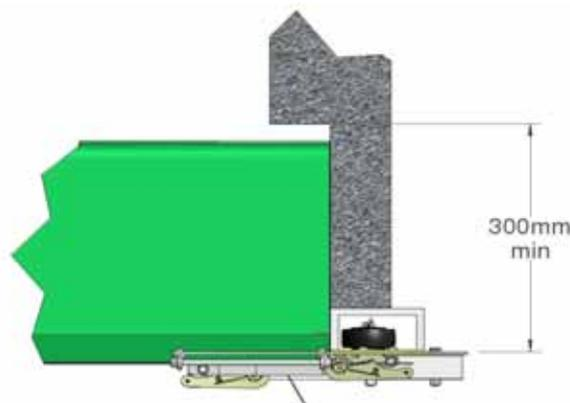

Abbildung 13a
13.2 Verlängerungen um mehr als 400 mm: Achten Sie neben dem oben erwähnten Paneelschutz darauf, dass sich an beiden Seiten der Schiene ein Freiraum von 300 mm befindet, so dass das Paneel sich einfallen kann (Abbildung 13a).